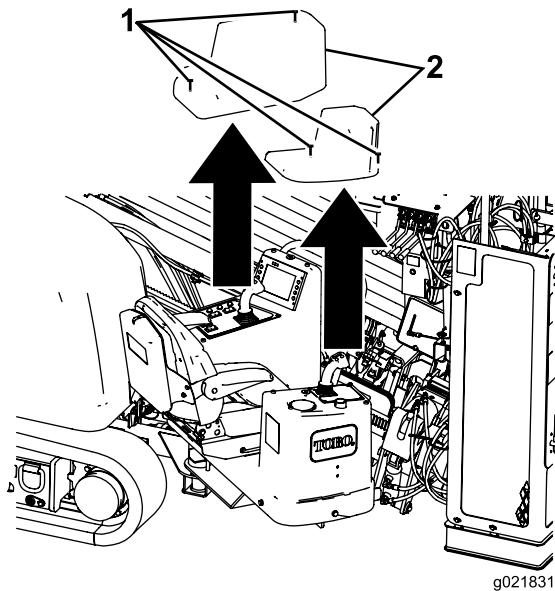

Рисунок 77
- Ослабьте 4 винта крепления крышек пультов оператора и снимите крышки (Рисунок 77)